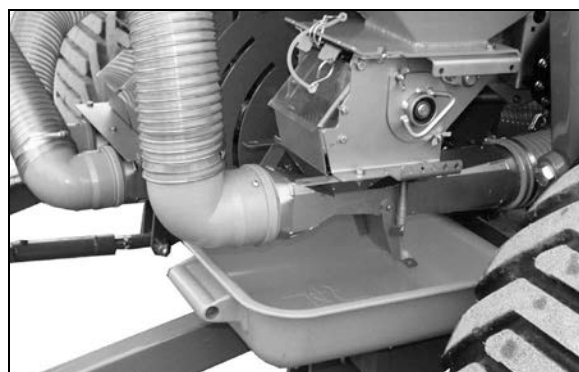

Рис. 76
4. Проконтролируйте норму внесения удобрения: установите лоток под дозатор удобрения (Рис. 76).